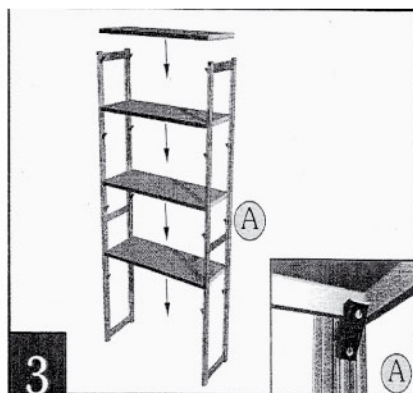

Рис.3 Установка полок
3. Установите спаренные стойки на расстоянии 700мм,1000мм(в зависимости от типоразмера полок) кронштейнами друг к другу , опустите одну сторону полки на кронштейны до упора, а затем с усилием нажмите на противоположный край полки до полного зацепления (рис.3)